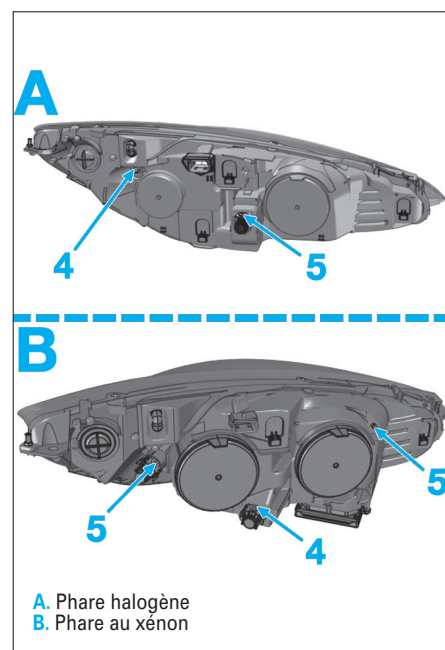

Fig. 91
- Pour le réglage de l'orientation verticale, agir sur la vis de réglage (4) (Fig.91).
- Pour le réglage de l'orientation horizontale, agir sur la vis de réglage (5).